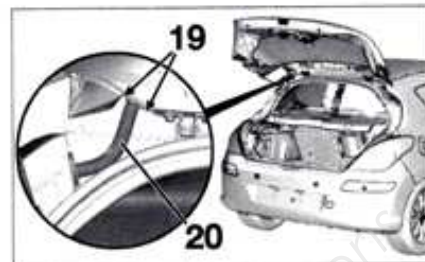

Fig. 175
- Dégrafer et écarter en (19), (Fig. 175), le passe-gaine (20).
- Dégager le faisceau électrique (8) du passe-gaine (20).